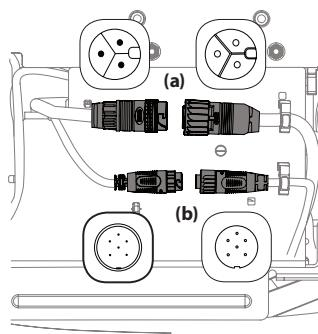
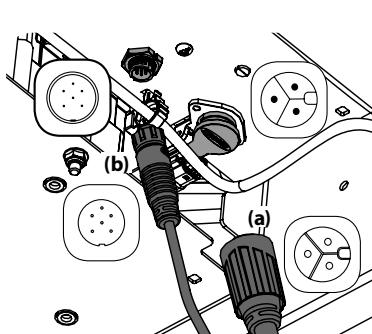

Figura 19
Figura 20
NOTA: Su cortacésped puede tener una de dos configuraciones diferentes de conectores de motor de plataforma. Si su cortacésped tiene conectores posicionados horizontalmente, consulte la Figura 19. Si su cortacésped tiene conectores posicionados verticalmente, consulte la Figura 20.
NOTA: Asegúrese de reconnectar el conector del cable al interruptor de seguridad en la Figura 20; el montable no funcionará si el interruptor de seguridad no está correctamente conectado.
- Desconecte los motores de la plataforma a los adaptadores de la parte derecha o inferior del montable. Conecte siempre el conector más grande primero y, luego, el conector más pequeño. Consulte la Figura 19.